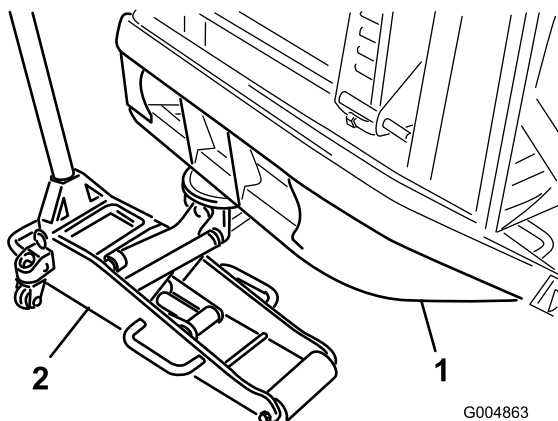

Figura 94
- Collocate un martinetto adatto allo scopo sotto il tubo del paraurti posteriore e sollevate le ruote posteriori dal suolo (Figura 94).